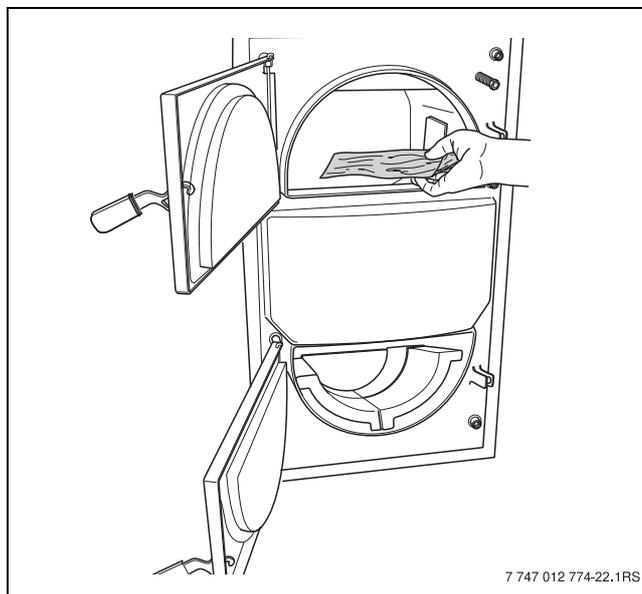

Fig. 25 Riempimento della caldaia con combustibile
- Posizionare sulla carta uno strato di circa 8–10 cm di ceppi di legna medi e piccoli (possibilmente abete rosso), di cui 2–4 pezzi in posizione obliqua. Inserire nel vano di carico i ceppi di legna restanti in posizione longitudinale. Fare attenzione a non superare la lunghezza massima dei ceppi di legna (→ fig. 25).